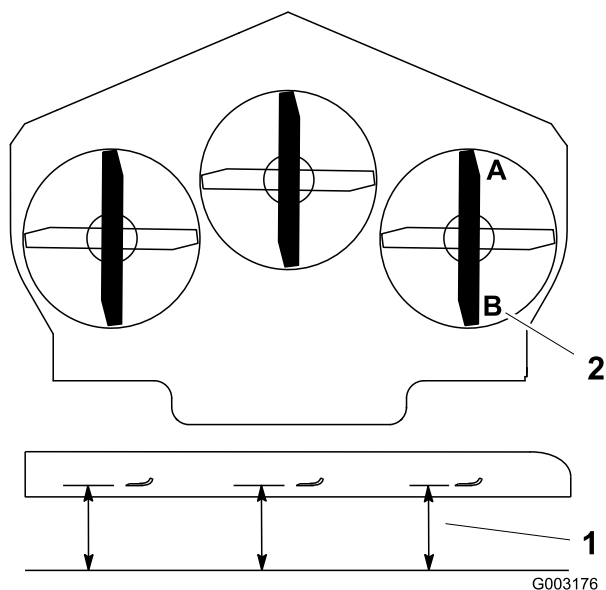

Figure 73
1. Tournez la lame droite dans le sens longitudinal (Figure 73).
2. Mesurez la distance au point **A** entre la surface plane et le tranchant de la pointe de la lame droite (Figure 73).
4. Mesurez la distance au point **B** entre la surface plane et le tranchant de la pointe de la lame droite (Figure 73).
6. La lame doit être plus basse de 6 à 10 mm au point **A** qu'au point **B** (Figure 73). Si ce n'est pas le cas, passez aux étapes suivantes.